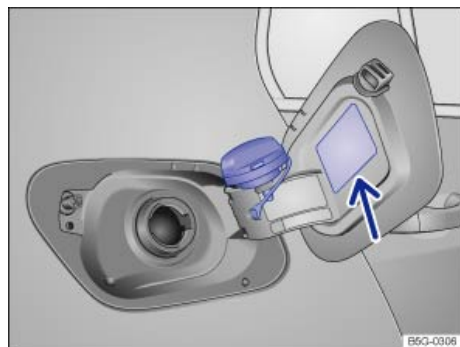

Fig. 233 Tapa del depósito de combustible abierta con el tapón enganchado en ella.
- Desenrosque el tapón del depósito en el sentido contrario al de las agujas del reloj y engánchelo en la parte superior de la tapa ⇒ fig. 233.
El tipo de combustible que utiliza el vehículo figura en el adhesivo situado en la cara interior de la tapa del depósito de combustible ⇒ fig. 233 (flecha).